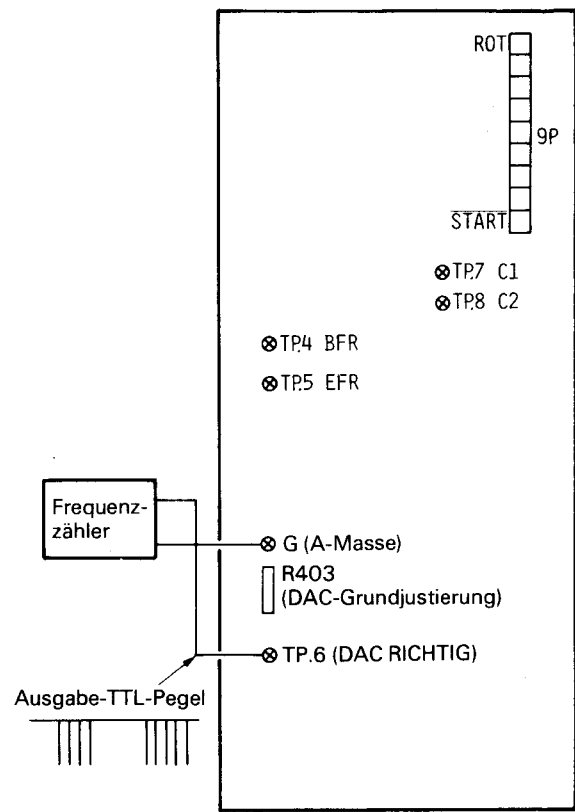

Abb. 27 PD P.W.B.
(2) Justierungsverfahren
- [1] Den Frequenzzähler anschließen (siehe Abb. 27).